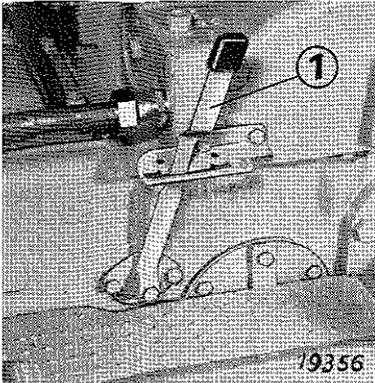

Bild 18
Durch die unabhängige Zapfwellenkupplung kann die Zapfwelle bei stehendem oder fahrendem Schlepper zu- oder abgeschaltet werden. Die Zapfwellenkupplung ist unabhängig von der Fahrkupplung und wird mit dem Handhebel ④ betätigt. Zum Einschalten der Zapfwelle wird der Hebel angezogen und eingearastet (A). Nach einer kleinen Pause wird der Zapfwellenschalthebel (① Bild 18) betätigt. Hebel ④ dann wieder nach vorn führen. Die Zapfwelle läßt sich bei Schleppern der Ausführungen **NUL** und **SUL** leicht einschalten, wenn außer der Zapfwellenkupplung (Hebel ④) auch die Fahrkupplung (Fußhebel ②) getrennt wird.